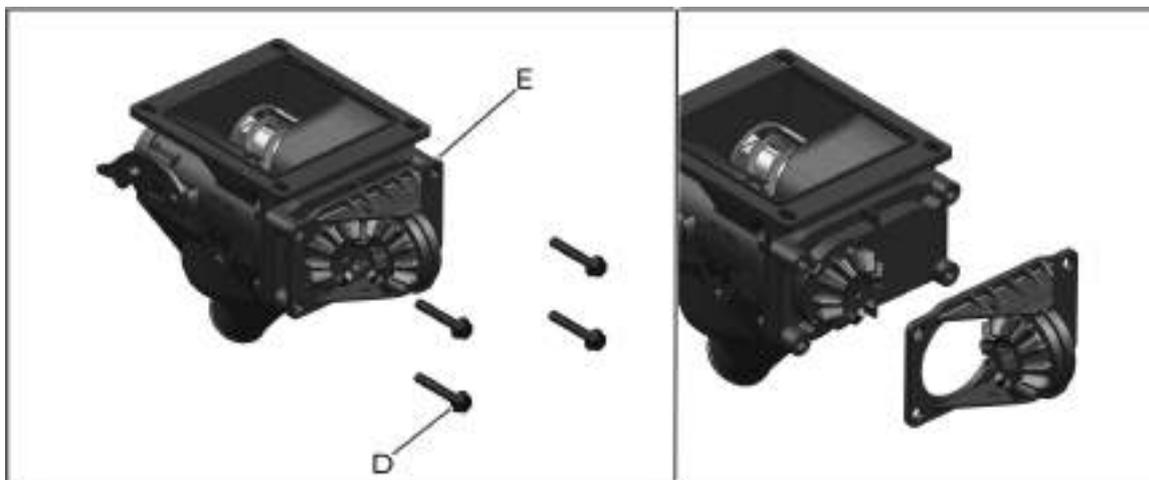

fig. 182
Para realizar a limpeza, manutenção ou substituição dos rolamentos e componentes da transmissão do mancal. Afrouxe os parafusos (D) de fixação e remova o mancal (E) (fig. 182).